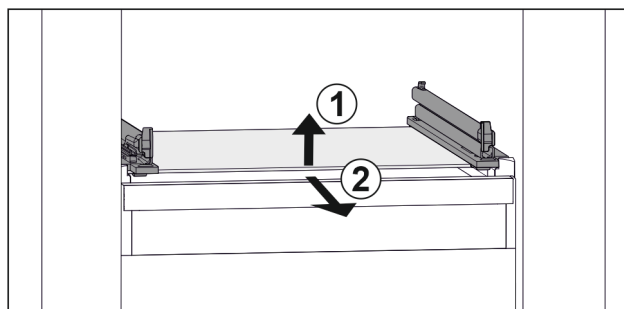

Fig. 82 Příklad znázornění skleněné desky
- Nadzvedněte skleněnou desku vpředu. Fig. 82 (1)
- Vyjměte skleněnou desku dopředu. Fig. 82 (2)